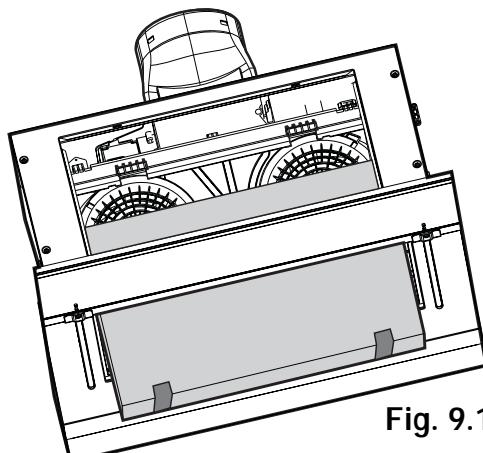
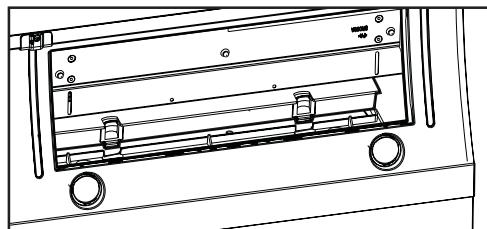

Fig. 9.1
Fig. 9.2
3. Fixez le filtre au charbon aux crochets supérieurs **T** (**Fig. 9.1**) et fixez-le définitivement à l'aide des crochets inférieurs **S** (**Fig. 9.2**).